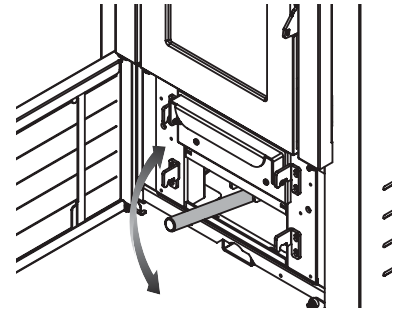

Fig.12.7
- Den Hebel in den hierfür vorgesehenen Sitz stecken und auf und ab bewegen, um die Rußablagerungen aus den Rohren zu entfernen (Abb. 12.7).